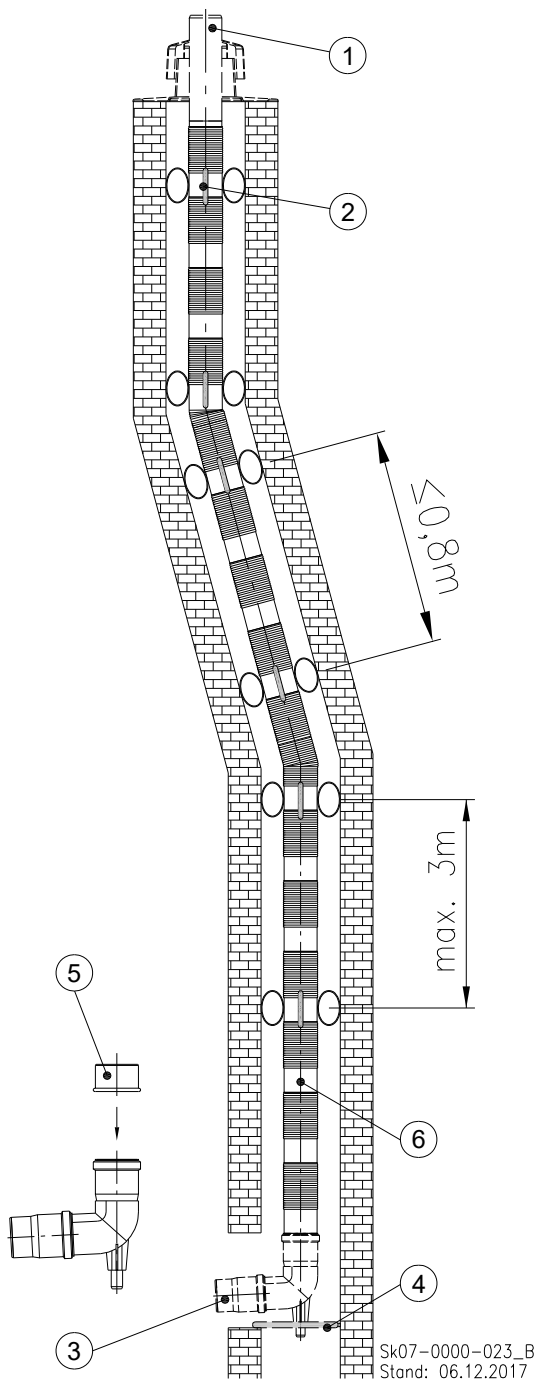
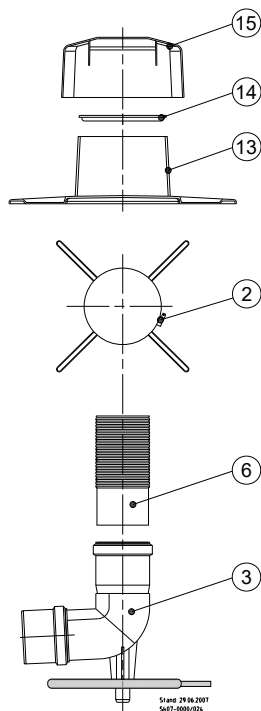

Abb. 59: Kaminsystem, flexibel
Abb. 61: Detail-Zeichnung Befestigung Schachtabdeckung
Legende zu Abb. 59:
- ➔ Säubern und entgraten Sie das Einsteckende des Abgasrohres ⑥ (s. Abb. 59).
- ➔ Reiben Sie das Einsteckende des Abgasrohres ⑥ mit säurefreiem Gleitmittel ein.
- ➔ Stecken Sie das sichtbare glatte Ende des Abgasrohres ⑥ in den auf dem Auflager sitzenden Stützbogen ③.
Legende zu Abb. 61:
- ➔ Schieben Sie als erstes das Unterteil der Schachtabdeckung ⑬ (s. Abb. 61) über das Leitungsende Abgasrohr ① (s. Abb. 59).
- ➔ Spreizen Sie die Flexrohrklemme ⑭ auf.
- ➔ Schieben Sie die aufgespreizte Flexrohrklemme über das Leitungsende bis zum Unterteil der Schachtabdeckung ⑬.